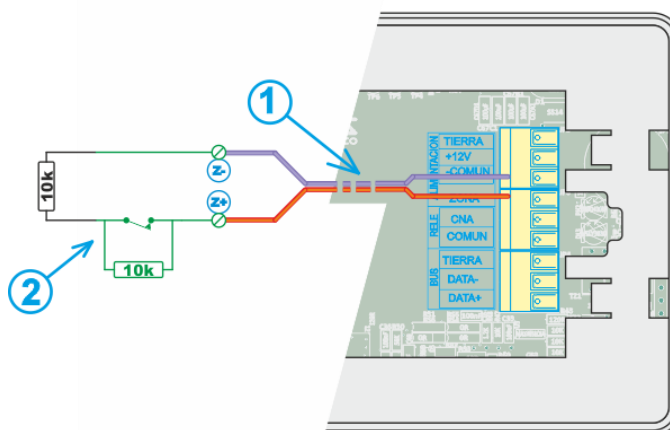

Figura 9-Conexión Zona T2210
El conexionado de la entrada de zona ① comparte el terminal **-COMUN** con la alimentación. Al tratarse de una entrada supervisada, el estado de reposo requiere la utilización de las resistencias de polarización ② mostradas en la **Figura 9**.